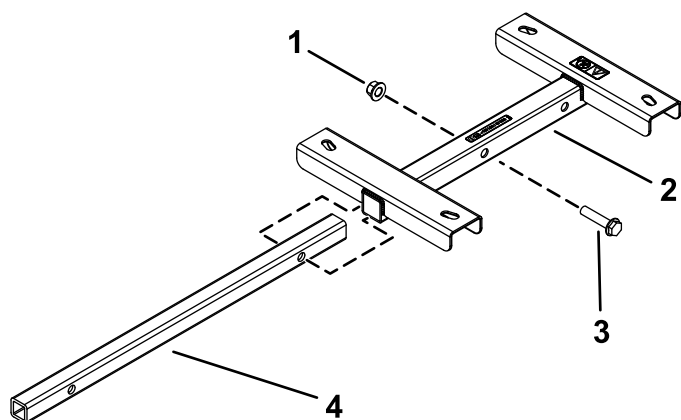

Figure 4
1. Insérez le support en tube dans le support du dévidoir jusqu'à ce que les trous du support en tube soient alignés avec les trous avant du support de dévidoir (Figure 4).
2. Fixez le support en tube au support de dévidoir au moyen de la vis à tête hexagonale (1/2 x 2-1/4 po) et du contre-écrou (1/2 po), comme montré à la Figure 4.